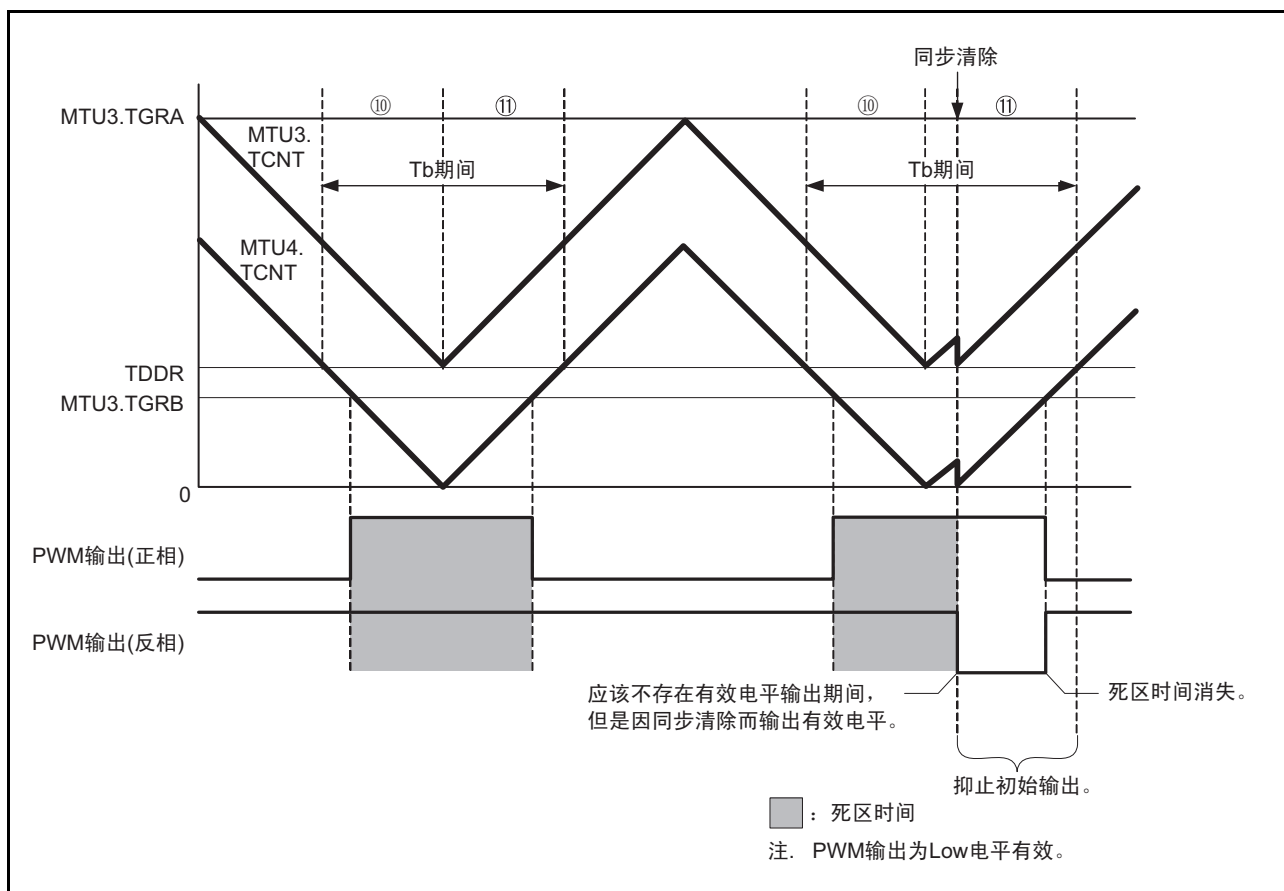

图 18.124 同步清除的例子 (条件 2 的情况)
条件 2: 在初始输出的抑止期间⑩和 ⑪，当在满足 $MTU3.TGRB \leq TDDR$ 、 $MTU4.TGRA \leq TDDR$ 或者 $MTU4.TGRB \leq TDDR$ 的状态下进行同步清除时 (参照图 18.124)